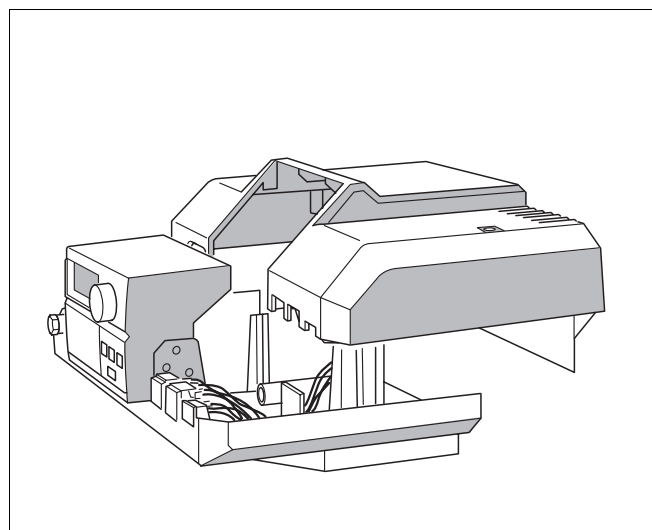

Abb. 20 Haube aufsetzen
- Klemmenabdeckhaube aufsetzen und am Regelgerät festschrauben (Abb. 20).